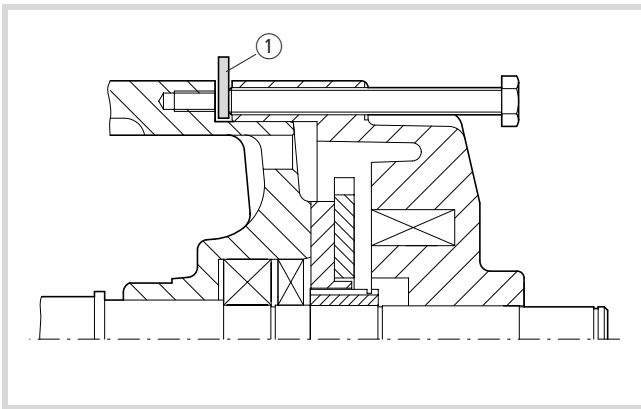

Figure 5 : Insertion d'une plaque de tôle
Pour protéger les taraudages de la carcasse du moteur, insérez une plaque de tôle (→ légende ① de la fig. 5) sous les vis vérins dès que le carter s'est séparé de la carcasse.